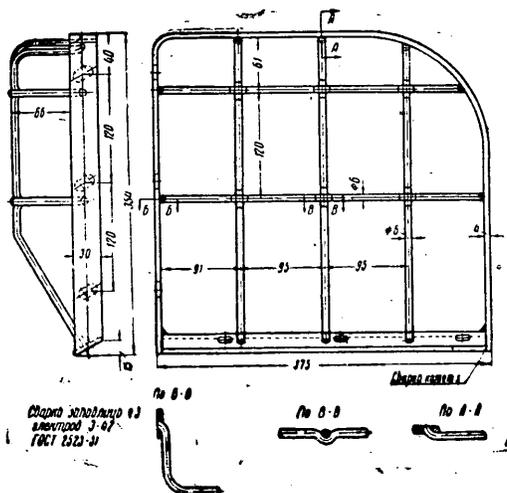

Рис. 22. Защитная решетка фар автомобиля ЗИС-151
**Примечание:** На автомобилях ЗИС-151, имеющих защитную решетку старой конструкции, необходимо ее заменить новой (рис. 22).